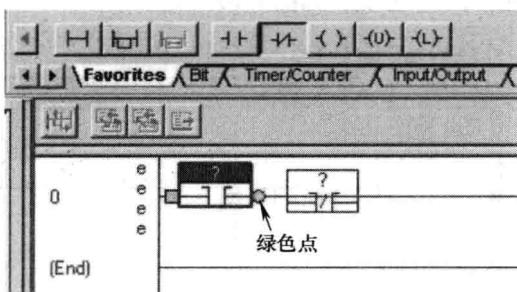

图 1-10 选择并插入断开指令
7. 在指令工具栏中，左键单击并按住检查是否断开指令 ，如图 1-10 所示。
8. 将 XIO 拖到梯级 0 上 XIC 指令的右侧，如图 1-10 所示。XIC 指令的右侧会再次出现绿色点，指示将插入新指令的位置。在想要放置指令的位置上释放鼠标按键。